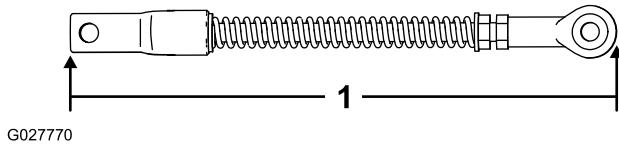

Figure 48
4. Desserrez l'écrou de blocage et réglez la biellette du levier coudé jusqu'à ce qu'elle mesure 24 cm d'un bout à l'autre (Figure 48).